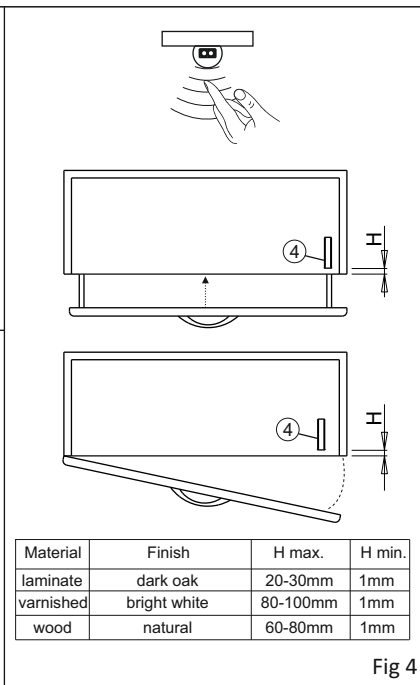

Fig 4
OPERATION (fig.4):
- If the **IR-SENSOR** has been set to operate as a limit switch, the lamps connected to it are turned off when an object (e.g. the door of a furniture unit) enters the device's radius of action (fig.4). Conversely, the lamps connected to it are switched on when no objects are present within its radius of action.
BETRIEB (Abb.4):
- Wenn der **IR-SENSOR** auf die Betriebsart Endschalter eingestellt ist, werden die daran angeschlossenen Lampen ausgeschaltet, wenn ein Objekt (beispielsweise die Tür eines Möbelstücks) sich innerhalb des Aktionsbereichs des Geräts (Abb.4). befindet. Dagegen werden die Lampen eingeschaltet, wenn innerhalb des Aktionsbereichs des Geräts kein Objekt vorhanden ist.
FUNCTIONNEMENT (fig.4):
- Si l'**IR-SENSOR** est réglé en modalité interrupteur de fin de course, les lampes auxquelles il est branché s'éteignent quand un objet (par exemple une porte d'un meuble) se trouve à l'intérieur du rayon d'action de l'appareil (fig.4). Vice-versa, les lampes auxquelles il est branché s'allument quand aucun objet ne se trouve à l'intérieur de son rayon d'action.
FUNCIONAMIENTO (fig.4):
- Si el **IR-SENSOR** está configurado en modalidad de interruptor de fin de carrera, las lámparas conectadas a él se apagan cuando un objeto (por ejemplo, la puerta de un mueble) entra en el radio de acción del aparato (fig.4). De manera análoga, las lámparas conectadas a él se encienden cuando no hay ningún objeto dentro de su radio de acción.